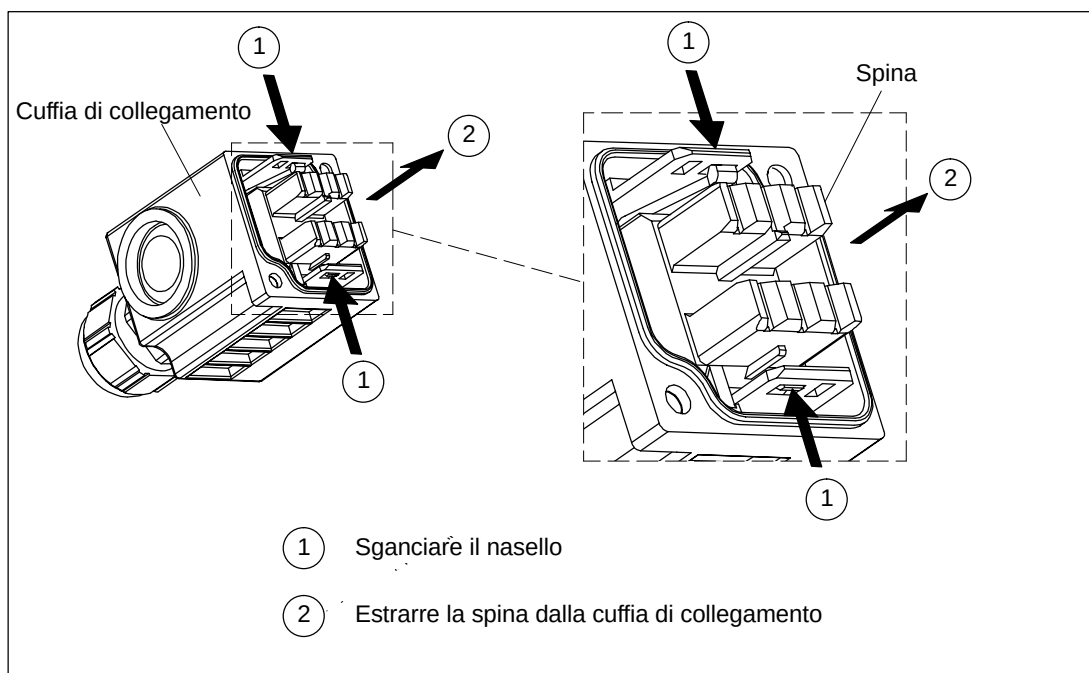

Figura 4-8 Estrarre la spina dalla cuffia di collegamento
1. Sganciare entrambi i naselli di aggancio utilizzando un oggetto appuntito come illustrato nella figura 4-8.